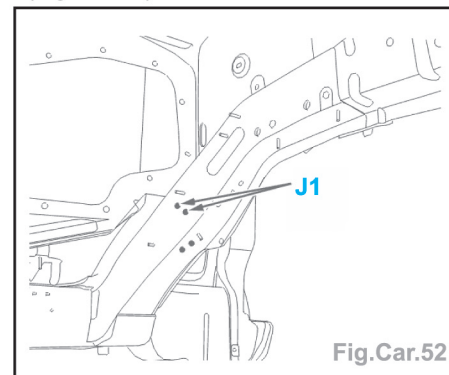

Fig.Car.52
- Souder par points électriques (suivant J1) (Fig.Car.52).